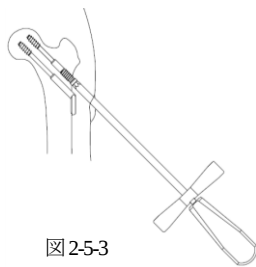

図 2-5-3
- 2) スライディングスクリューは、初めに TLS 用ラグスクリュードライバーでラグスクリューのスレッド部がバレル先端部で止まるまで戻した後、TLS 用バレルスクリュードライバーでバレルを抜去し、再びラグスクリューを抜去します。(図 2-5-3)